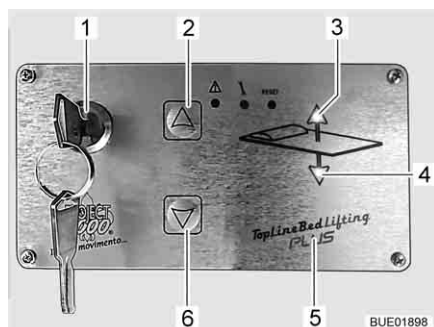

Fig. 105 Elemento de mando
Con las teclas (Fig. 105,2 y 6) en el elemento de mando (Fig. 105,5), se subirá o bajará la cama elevada. Con el interruptor llave (Fig. 105,1), se bloqueará el elemento de mando contra su utilización no autorizada.
- Introducir la llave en el interruptor llave (Fig. 105,1) y girar 90° en sentido de las agujas del reloj. El elemento de mando (Fig. 105,5) está activado. Ambas luces de control (Fig. 105,3 y 4) están iluminadas de color verde.
- Pulsar la tecla de flecha (Fig. 105,6) y mantenerla pulsada hasta que la cama alcance la siguiente posición inferior programada. Durante el movimiento de la cama estará iluminada la luz de control verde (Fig. 105,4).
- En caso necesario, volver a pulsar la tecla de flecha (Fig. 105,6) para alcanzar la siguiente posición.
- ▷ Para prevenir un manejo incorrecto involuntario, se podrá retirar la llave del interruptor llave (Fig. 105,1). Para ello, se tendrá que girar la llave de retorno en sentido contrario a las agujas del reloj.
- Pulsar la tecla de flecha (Fig. 105,2) y mantenerla pulsada hasta que la cama alcance la siguiente posición superior programada. Durante el movimiento de la cama estará iluminada la luz de control verde (Fig. 105,3).
- En caso necesario, volver a pulsar la tecla de flecha (Fig. 105,2) para alcanzar la siguiente posición.